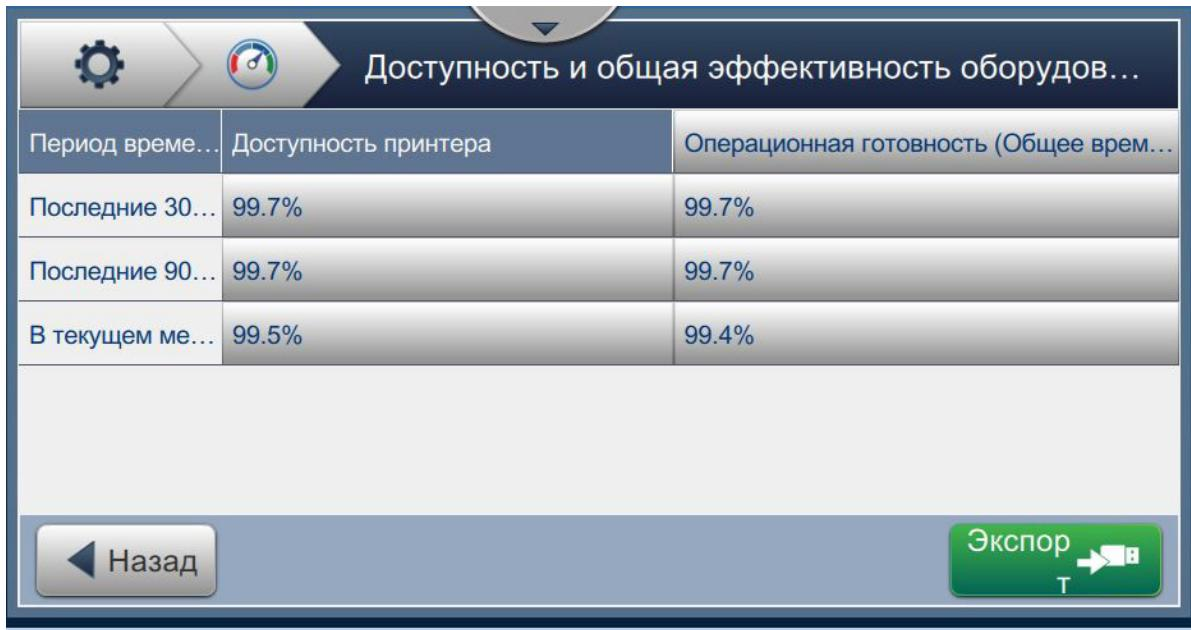

Рис. 6-37: Производительность – доступность по ОЭО
- Данные доступности принтера и эксплуатационной готовности отображаются с временным интервалом для общего времени работы принтера, как показано на Рис. 6-37.